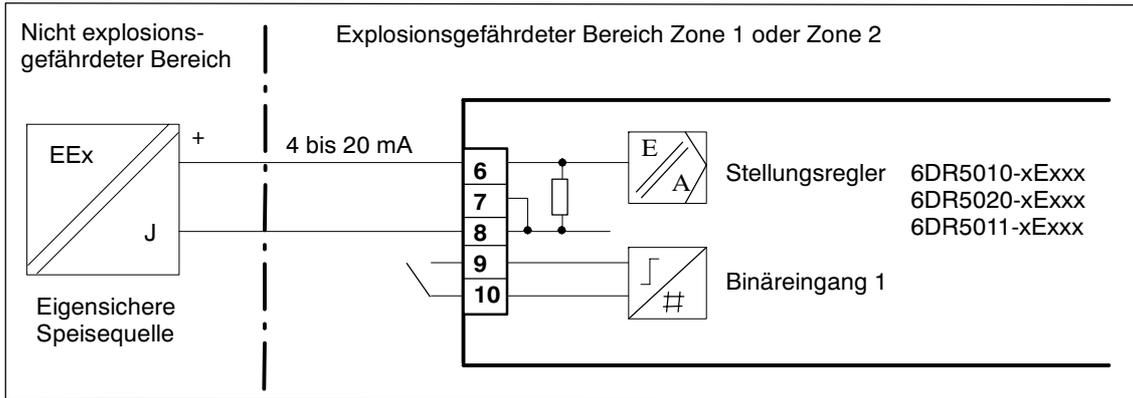

Bild 3-20 Zweileiter-Anschluss, EEx i
4. Schließen Sie eine passende Strom- oder Spannungsquelle an (siehe Bild 3-13, Seite 59 und Bild 3-20, Seite 63).
5. Der Stellungsregler befindet sich nun in der Betriebsart "**P-Handbetrieb**". Auf der oberen Zeile der Anzeige wird die aktuelle Potentiometerspannung (P) in Prozent angezeigt, z. B.: "**P12.3**", und auf der unteren Zeile blinkt "**NOINI**":